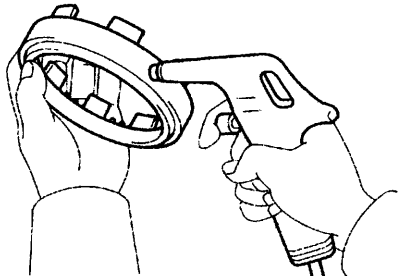
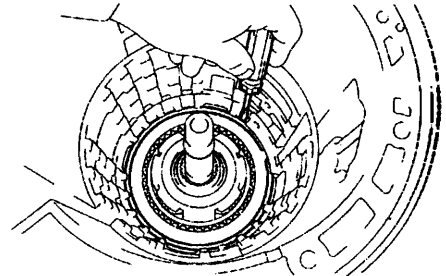

图 12-1-42
图 12-1-43
(49) 如图 12-1-42 所示, 固定住 1 号制动活塞并向变速器壳中吹入 392kPa 的压缩空气, 以便拆下 1 号制动活塞, 并从 1 号制动活塞上拆下两个 O 形圈。注意: 若活塞没有被吹出, 则用尖嘴钳夹出活塞。
(50) 拆下 2 号制动盘。
①如图 12-1-43 所示, 用螺丝刀从壳体上拆下卡环。